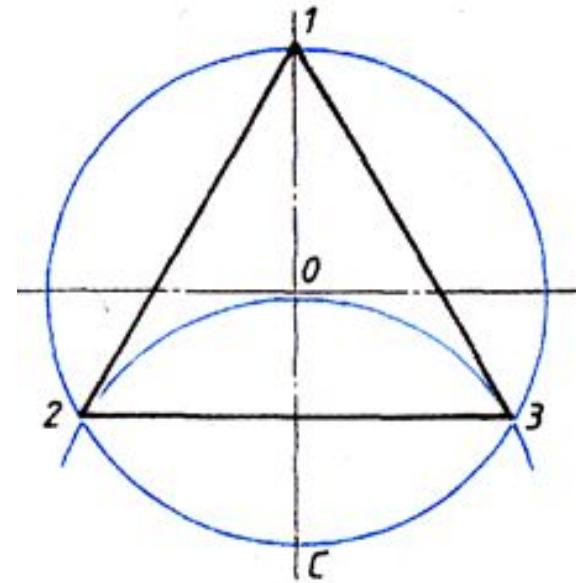

Рис. 66. Деление окружности на три равные части
- Деление окружности на три равные части производится следующим образом. Точка С (рис. 66) принимается за центр, из которого проводится дуга, радиус которой равен радиусу окружности. Проведенная дуга пересечет окружность в точках 2 и 3. Дуги 1-2, 1-3, 2-3 являются третьей частью окружности. Соединив точки 1, 2 и 3, получим правильный треугольник.